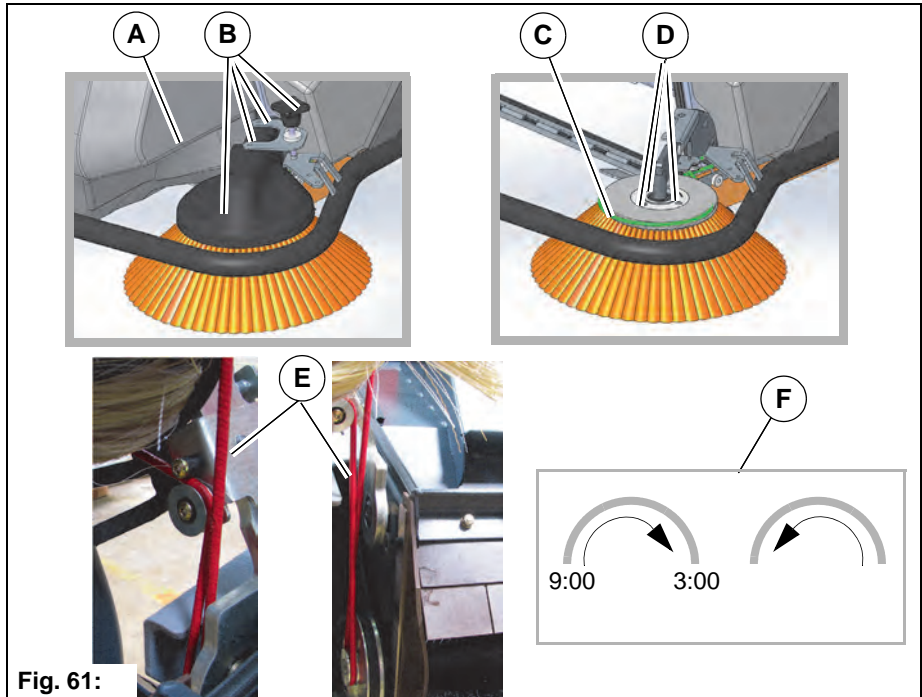

Fig. 61:
1. Slå av maskinen og ta ut feiegodsbeholderen **Fig. 61-A**.
2. Ta ut de to linseskruene M6x16, kostjusteringen og dekselet **Fig. 61-B**.
3. Fjern rundremmen fra sidekosten **Fig. 61-C**.
4. Løsne de tre skruene **Fig. 61-D** fra sidekosten og ta dem ut.
5. Sett inn ny sidekost i omvendt rekkefølge. Sjekk at remmen går riktig **Fig. 61-E**.
2. Skru på innstillingshjulet til halve sidekosten berører bakken. Sammenlignet med en klokke må feienivået avtegnes fra ca. kl. 9.00 til kl. 3.00 på bakken **Fig. 61-F**.